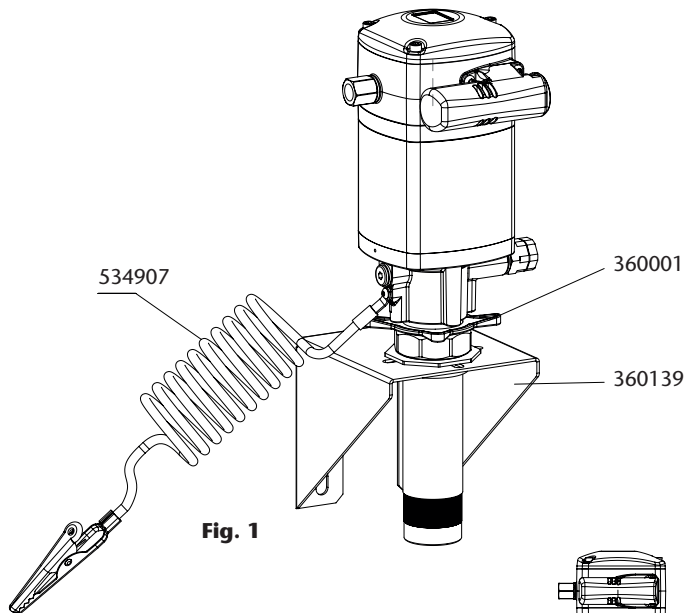

Fig. 1
- a. Montaje mural con adaptador deslizante. Inserte la bomba por el soporte (360140) y fíjela con el adaptador (360001) (Fig. 1).